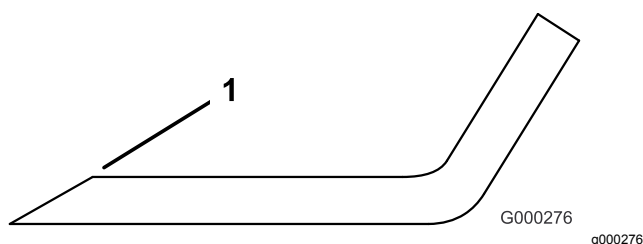

Figura 33
3. Esaminate i taglienti di tutte le lame, e affilateli se fossero ottusi o scheggiati. Affilate soltanto la parte superiore del tagliente e mantenete l'angolo di taglio originale per garantire l'affilatura (Figura 33). La lama rimane bilanciata soltanto se viene rimossa una quantità uguale di metallo da entrambi i taglienti.